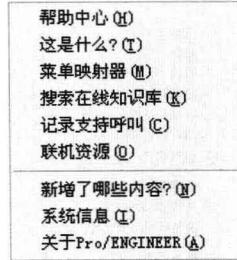

图 1-13
- “帮助”下拉菜单：该下拉菜单可以为用户提供各种常见帮助信息，如图 1-13 所示。